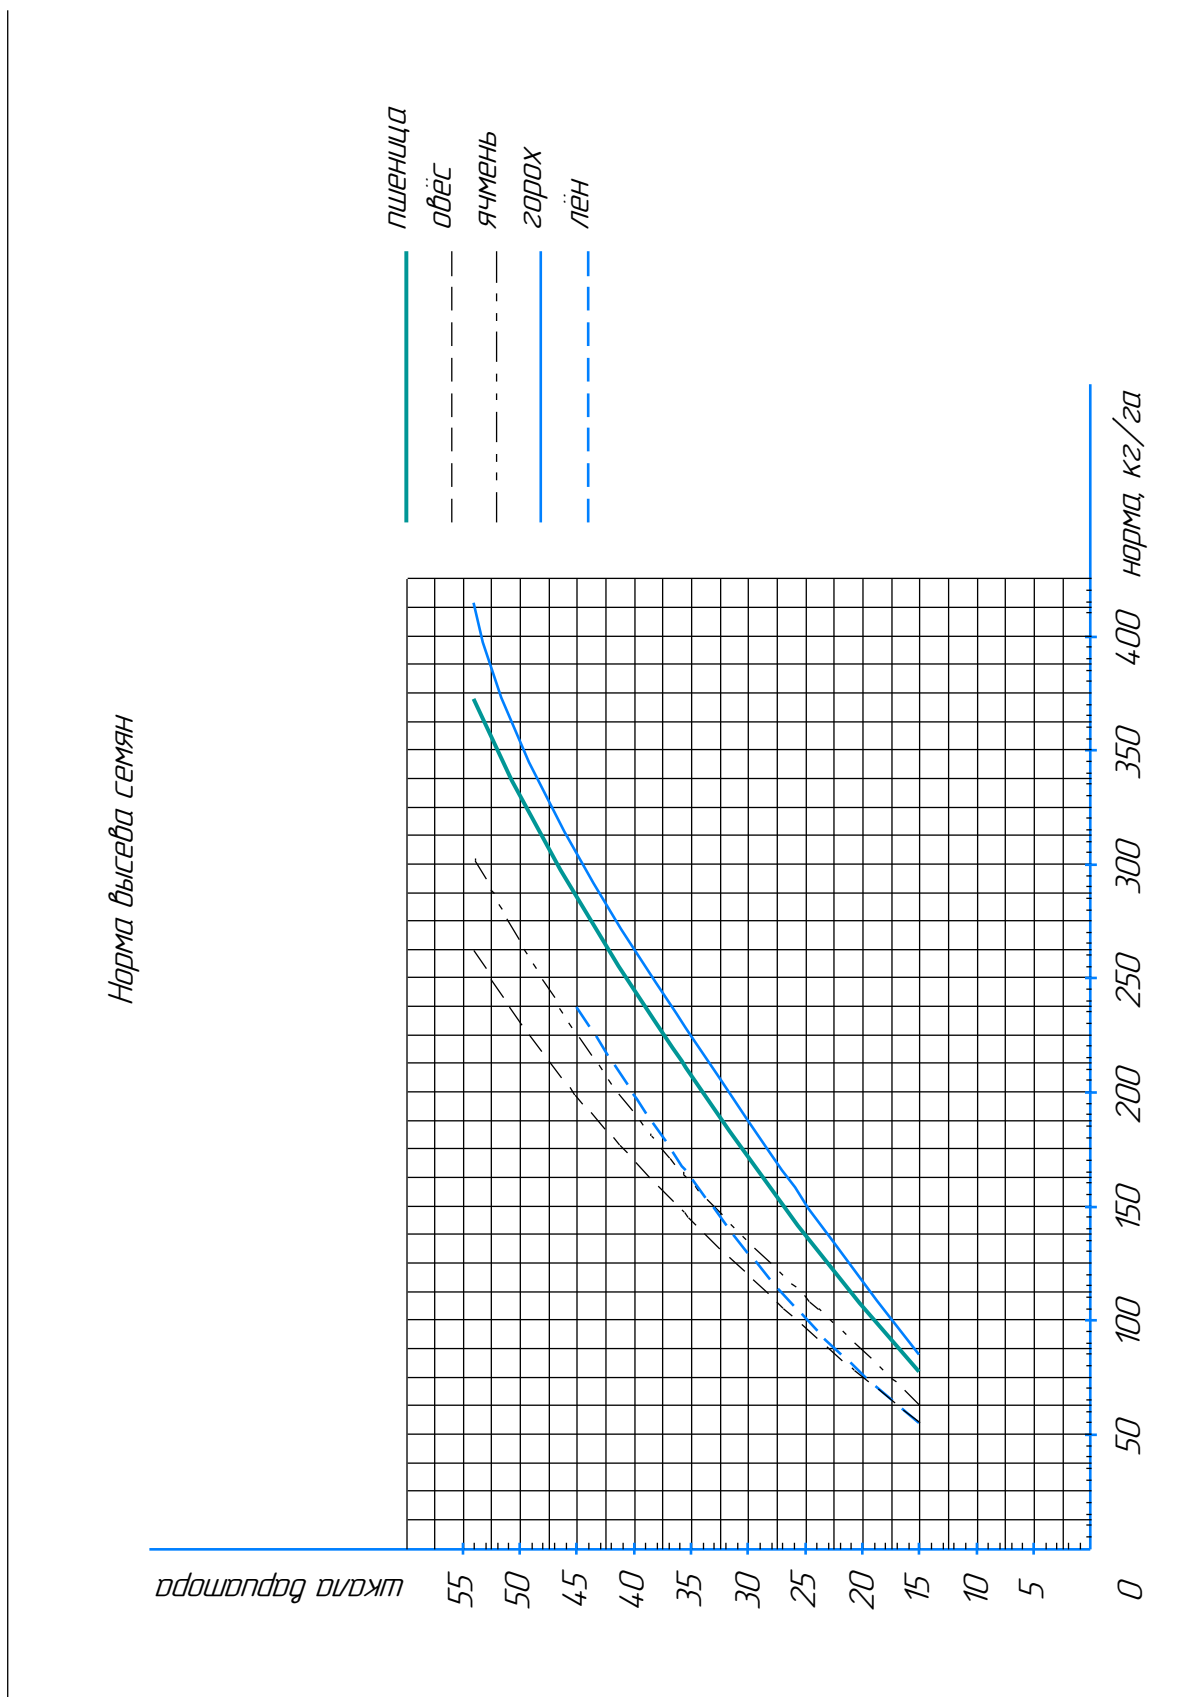
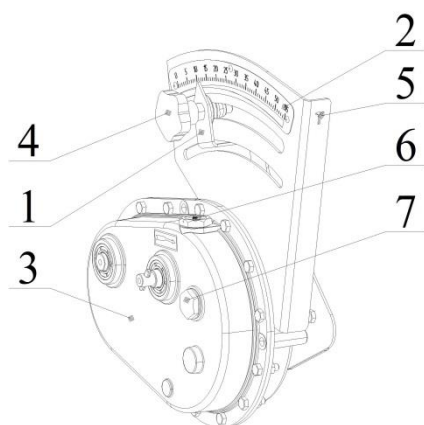
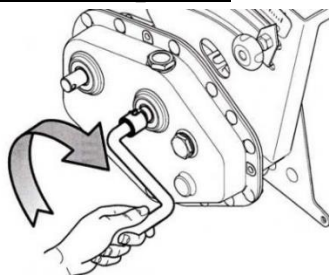

Рисунок 7 График нормы высева семян
Рисунок 8.Общий вид вариатора.
Рисунок 10 .
Для настройки нормы высева семян по графику (рис.7) определите числовое значение шкалы вариатора, соответствующее требуемой норме высева. Установите указатель (1) на шкале (2) вариатора привода зерновых катушек (3) (рис. 8) на необходимое деление.
Решение: Найти на оси «норма» графика (рис. 7) значение 200, подняться вверх до пересечения с линией графика «пшеница». От точки пересечения, проведённой нами линии с линией графика провести горизонтальную линию. Этим мы определим положение указателя (1) на шкале (2) вариатора (3). В данном примере необходимое деление «35».
Определение нормы высева производится прокруткой вариатора привода зерновых катушек (3) (рис. 10) на стационаре из расчёта посева сеялкой 100м².
Если при проверке окажется, что семян высеивается меньше или больше требуемой нормы, повторить прокрутку, изменив положение указателя (1) (рис. 8) на шкале (2) вариатора (3). Проверку осуществлять до достижения необходимой нормы.
Для настройки нормы высева удобрений, по графику (рис.10) определите числовое значение шкалы вариатора, соответствующее требуемой норме внесения удобрений. Установите указатель (1) на шкале (2) вариатора привода катушек туков (3) (рис. 8) на необходимое деление.
Решение: Найти на оси «норма» графика значение 170, подняться вверх до пересечения с линией графика «удобрения». От точки пересечения проведённой нами линии с линией графика провести горизонтальную линию. Этим мы определим положение указателя (1) (рис. 8) на шкале (2) вариатора (3). В данном примере необходимое деление «25».
Установите указатель (1) на определённое деление шкалы (2) вариатора (3) (рис. 8).